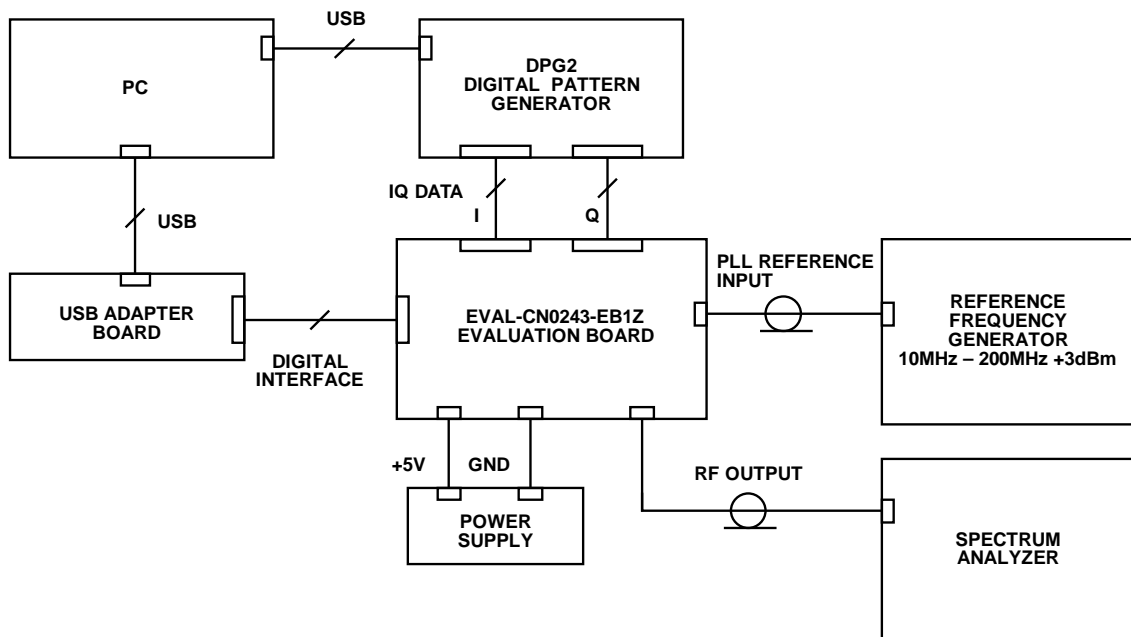

図 13. テスト・セットアップの機能図
1. 電源を入れる前に、全ての装置、USB アダプタ、およびケーブルを、図 13 に示すように接続します。
このデータ・レートは、図 13 の DAC のサンプル・レート (614.4 MSPS) を、AD9122 のプログラムされたインターポレーション・レートで割ったものに等しいことに注意してください。